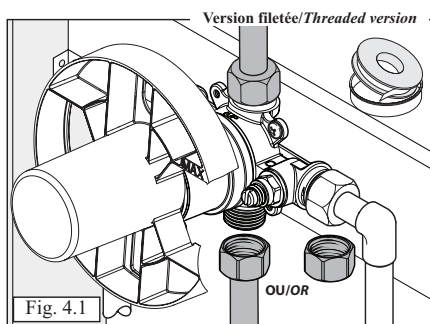

Fig. 4.1
- **VERSION FILETÉE** : Utiliser du ruban d'étanchéité pour filetage si nécessaire (fig. 4.1).
THREADED VERSION: Use thread sealant tape if necessary (fig. 4.1).